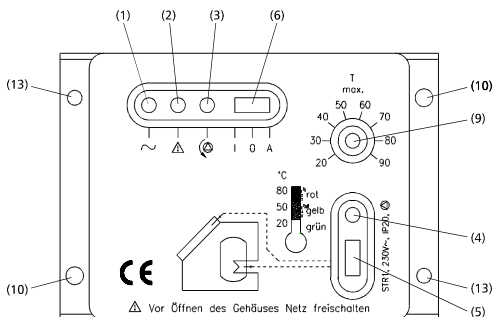
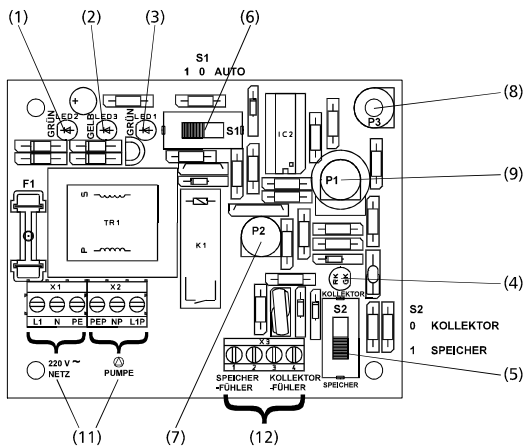

Abb. 1: Ansicht des geschlossenen Reglers
Abb. 2: Ansicht des geöffneten Reglers
Mit Hilfe der in Abb. 2 gekennzeichneten Potentiometer kann die Temperaturdifferenz P2 (7) und die Hysterese P3 (8) eingestellt werden. Die aufgedruckten Skalen liefern einen Anhaltspunkt für die eingestellten Werte.
Die max. Speichertemperatur kann bei geschlossenem Gehäuse mit Hilfe des in Abb.1 und Abb.2 dargestellten Potentiometers P1 (9) eingestellt werden. Die aufgedruckte Skala liefert einen Anhaltspunkt über die eingestellten Werte.
Die Befestigung des Reglers erfolgt mit Schrauben (Größe: siehe techn. Daten) die durch die Montagelöcher (10) (Abb. 1) geschraubt werden. Die Öffnungen für die Kabeleinführungen müssen nach unten zeigen. Zum Anzeichnen der in die Wand zu bohrenden Befestigungslöcher kann der Regler als Schablone verwendet werden (Achtung: Regler nur als Zeichenschablone, niemals als Bohrschablone verwenden). Nachdem der Regler an die Wand geschraubt wurde, kann das Reglergehäuse durch Lösen der beiden Gehäuseschrauben geöffnet werden.
Die Netz- und Pumpenanschlussleitung sind an den vorgesehenen Anschlussklemmen (11) (Abb. 2) anzuschließen. Bei feindrähtigen Leitungen sind Aderendhülsen zu verwenden. Die Leitungen müssen außerhalb des Reglers zugentlastet werden.
Speicher- und Kollektorfühler sind an den vorgesehenen Anschlussklemmen (12) anzuschließen (Abb. 2). Die Polarität der Fühlerkontakte spielt dabei keine Rolle. Die Leitungen müssen außerhalb des Reglers zugentlastet werden.